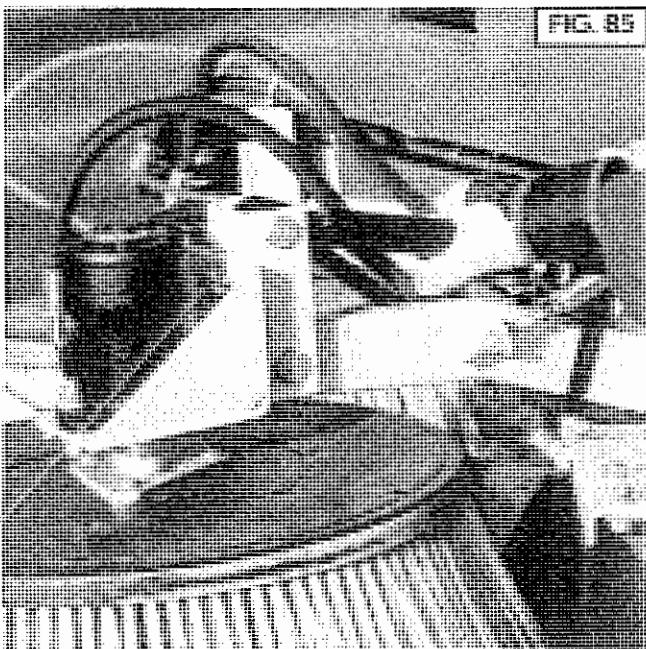

FIG. 85
- La regolazione dell'inclinazione laterale avviene allentando la vite di serraggio Fig. 85
- Sideways tilting of the brush is adjusted by loosening the fastening screw Fig. 85.
- Pour régler l'inclinaison latérale, desserrer la vis de fixation Fig 85
- Die Einstellung der seitlichen Neigung erfolgt durch das Lockern der Feststellschraube Abb. 85